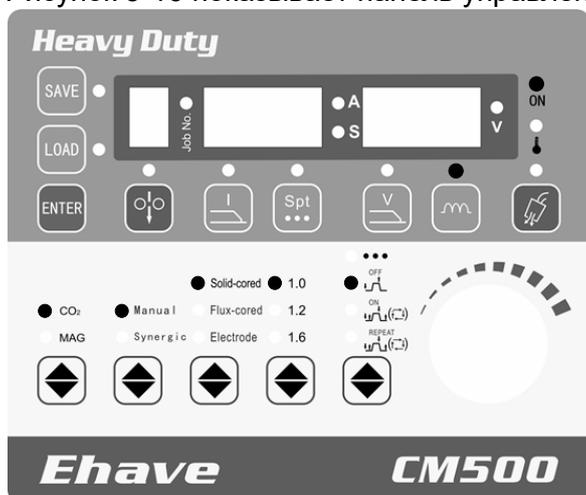

Рис. 3-16 Настройки индукции дуги
3. Рисунок 3-16 показывает панель управления, где были установлены параметры.